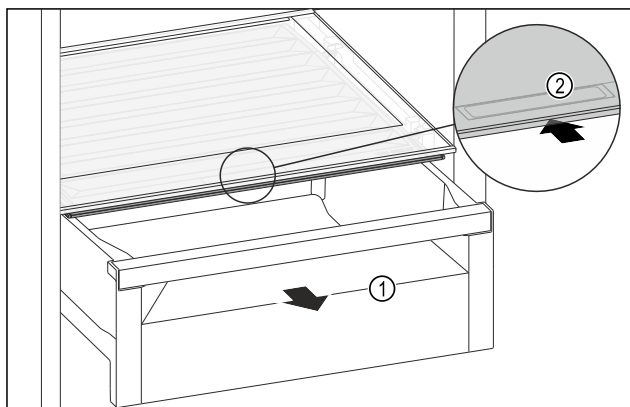

Fig. 104
- Schuifvak Fig. 104 (1) uittrekken.
- Greeplijst Fig. 104 (2) op het vakdeksel vastpakken en het vakdeksel gelijktijdig naar achteren schuiven.